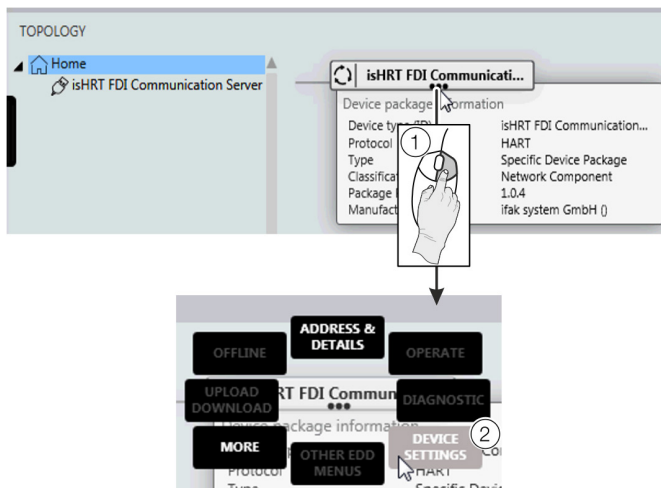

Abbildung 72: FIM – „Device Settings“ auswählen
6. Rechtsklick ① wie in **Abbildung 72** dargestellt.
7. „DEVICE SETTINGS“ ② wie in **Abbildung 72** wählen.